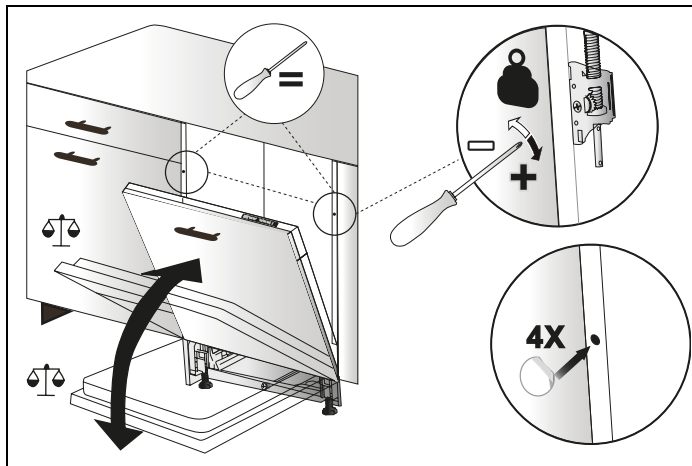

Fig. 29
- 9) Selon le poids de la porte en bois assemblée, l'équilibrage doit être assuré par le mécanisme indiqué dans la Fig. 29 .